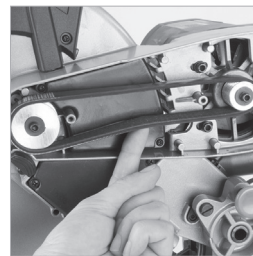

Abb. 49
- Legen Sie einen Finger unter den Antriebsriemen und drücken Sie ihn leicht nach oben, um die Spannung zu erkennen. (Abb. 49)
- Wenn die Riemenspannung korrekt ist, ziehen Sie die vier (4) Zylinderschrauben fest und bringen Sie die Abdeckung des Getriebegehäuses wieder an.